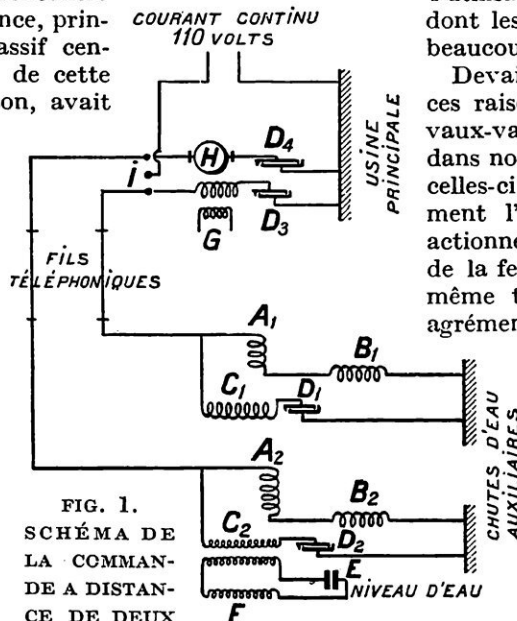

FIG. 1.
tenne C sera de 0,001 microfarad. On pourra le connecter, soit en série, soit en parallèle, avec la bobine L (fig. 1 et 2). Le commutateur employé pourra occuper deux positions (fig. 3). Quand les contacts de gauche sont reliés aux contacts du centre, le condensateur variable est en série avec la bobine. Quand les contacts du centre et de droite sont réunis entre eux, le condensateur est en dérivation sur la bobine. On
M. Lorfeuvre a réalisé cette commande automatique, en utilisant la propriété que possède tout moteur asynchrone de débiter de l'énergie, s'il vient à être entraîné lui-même par un mécanisme moteur, à partir de sa vitesse de synchronisme. Le mécanisme est ici la turbine elle-même, dont l'on commande l'ouverture du distributeur par une émission de courant envoyée de la station centrale. Au moment où la vitesse de synchronisme est atteinte, la génératrice est *accrochée* et commence à débiter du courant sur le réseau. Comme on peut le voir sur le schéma de la page précédente (fig. 1), la commande à distance est réalisée sans aucun fil conducteur, les fils téléphoniques reliant les stations génératrices étant seuls utilisés. Tout en assurant le service normal du téléphone, ces deux fils transmettent, en outre, à l'usine principale :
(1) Voir *La Science et la Vie*, n° 64.